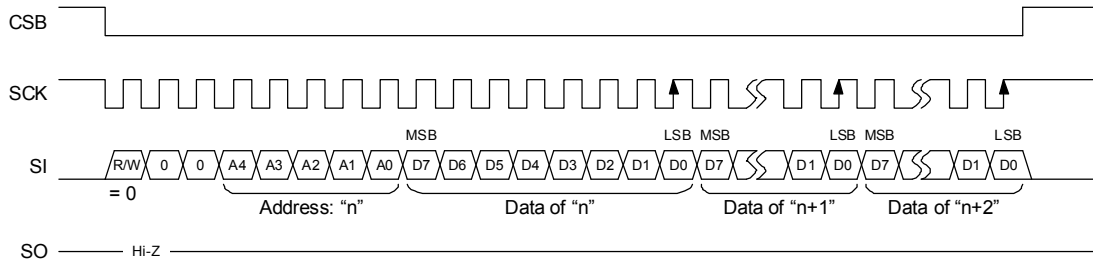

図 14.2 : カレント・アドレス・アクセスモード入力タイミング図
- Read/Write 共にアドレスカウンタには A[4:0] のアドレス値が保持され D0 がレジスタへ取り込まれるタイミングでアドレス値を+1 インクリメントする。そして、このタイミングと同時に D[7:0] データの書き込みが実行される。以降、データの書き込みは 1 バイトごとに行われる。(図 14.2 ↑)